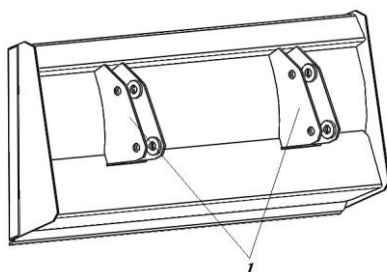

Рис. 3 Отвал
- отвал ПЗ20-3А (рис.3) шириной захвата $1,7 \text{ м}$ – для планирования площадок, сгребания снега и других работ.